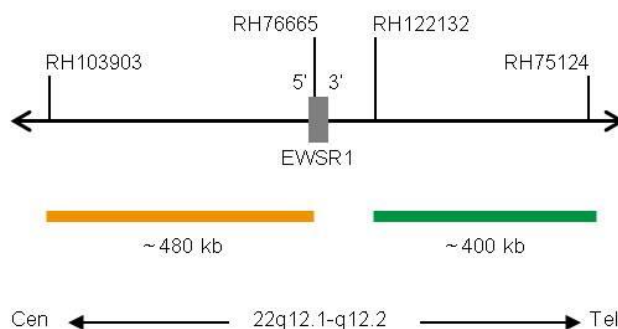

Fig. 1: SPEC EWSR1 Mapa da sonda (sem escala)
- Polinucleótidos (~10 ng/μl) com marcação ZyGreen (excitação 503 nm/emissão 528 nm), dirigidos ao mapeamento de sequências alvo em 22q12.2\* (chr22:29,779,841-30,179,900) distal à região de quebra do EWSR1 (ver Fig. 1).
- Polinucleótidos (~4.5 ng/μl) com marcação ZyOrange (excitação 547 nm/emissão 572 nm), dirigidos ao mapeamento de sequências alvo em 22q12.1-q12.2\* (chr22:29,191,431-29,673,440) proximal à região de quebra do EWSR1 (ver Fig. 1).